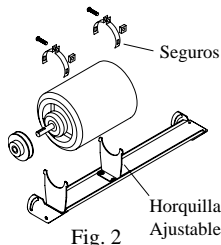

Fig. 2
- **Monte el motor.** Instale el motor del ventilador en las horquillas de la montura. Ajuste la horquilla ajustable si es necesario y sujete el motor con los seguros (véase fig. 2).